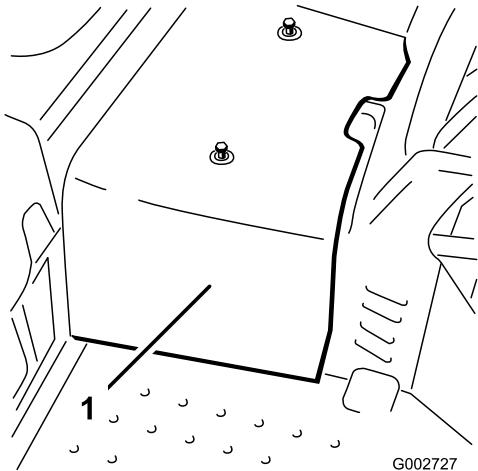

Figura 32
2. Retire os 2 parafusos que fixam o resguardo central à máquina e retire o resguardo (Figura 32).